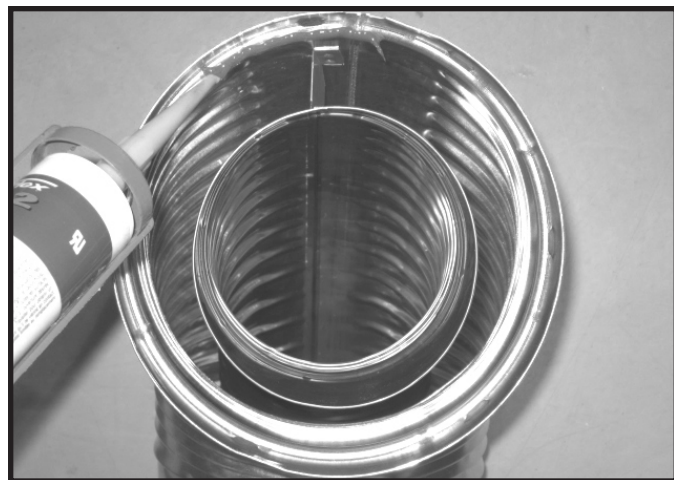

Figure 7.1 Scellant de silicone à haute température
- Appliquez une bande de silicone (degré minimum d'exposition continue de 150 °C (300°F)) dans le joint femelle externe du conduit avant de relier les sections. Voir la figure 7.1. **OU**